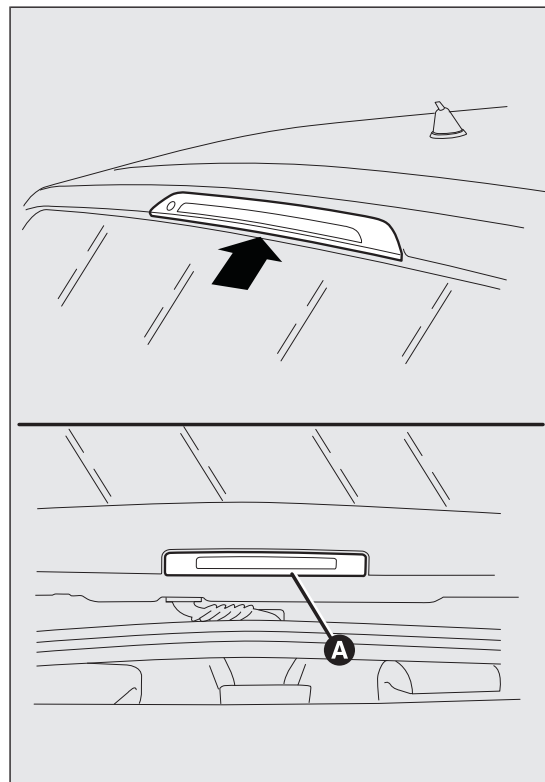

fig. 152
- ☐ déplacer la protection A fig. 152 ;
- ☐ remonter la protection A fig. 152 et fermer le coffre à bagages.